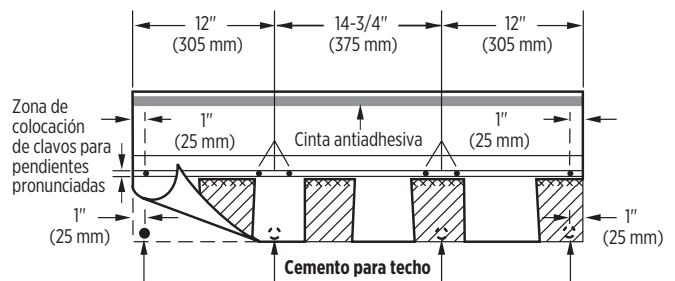

Figura 13-5: En pendientes pronunciadas, aplique seis clavos y cuatro puntos de cemento asfáltico para techo.
**IMPORTANTE:** Para "aplicar seis clavos" en una teja completa, observe la distribución de los clavos un que se muestra en la figura 13-5; los clavos pueden colocarse en la región clavable de 1 1/2".